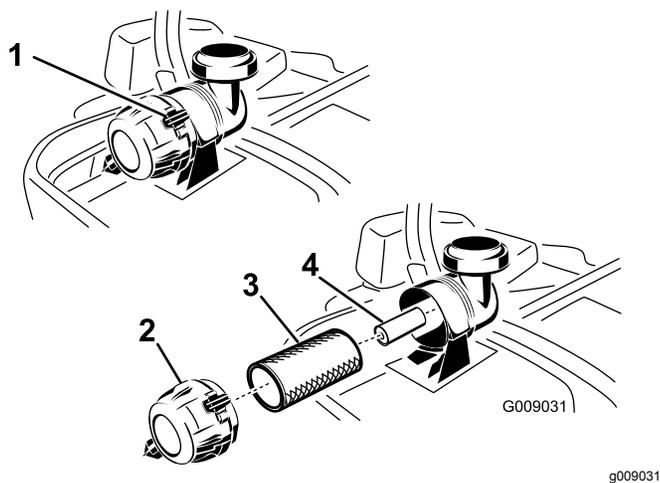

Figura 49
3. Presione hacia abajo para abrir los cierres del limpiador de aire, y tire de la tapa de la entrada de aire para separarla del cuerpo del limpiador de aire (Figura 49).
5. Extraiga con cuidado el filtro primario del cuerpo del limpiador de aire (Figura 49). Evite golpear el filtro contra el lado de la carcasa.
1. No limpie el filtro de papel, cámbielo (Figura 49).
2. Si va a cambiar el filtro secundario, deslícelo cuidadosamente en el cuerpo del filtro (Figura 49).
3. Deslice cuidadosamente el filtro primario por encima del filtro secundario (Figura 49).
5. Instale la tapa del limpiador de aire con el respiradero hacia abajo, y gírela hasta que los enganches la bloqueen en su sitio (Figura 49).